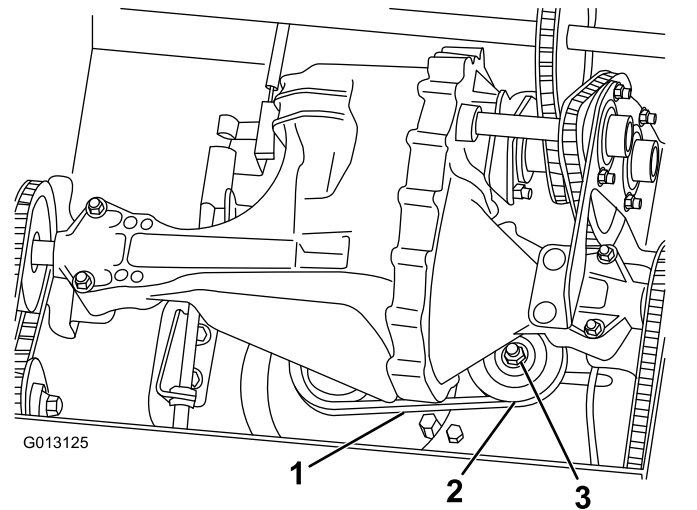

Figure 34
- Exercez une charge de 9 kg (20 lb) sur un brin de la courroie d'entraînement (Figure 34). Si la courroie fléchit de plus de 3 mm ( $\frac{1}{8}$  po), tendez-la comme suit :
- A. Desserrez l'écrou de fixation de la poulie de tension (Figure 34).